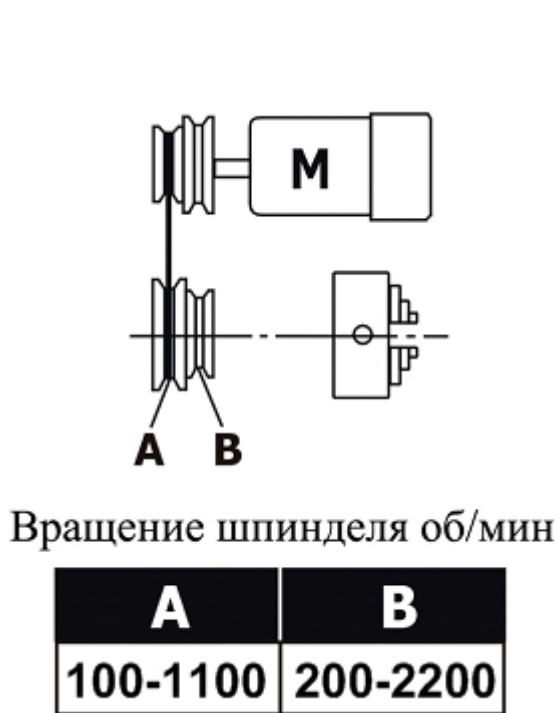

Рисунок 12
- Переведите клиновой ремень в нужное положение (А или В, рисунок 12).